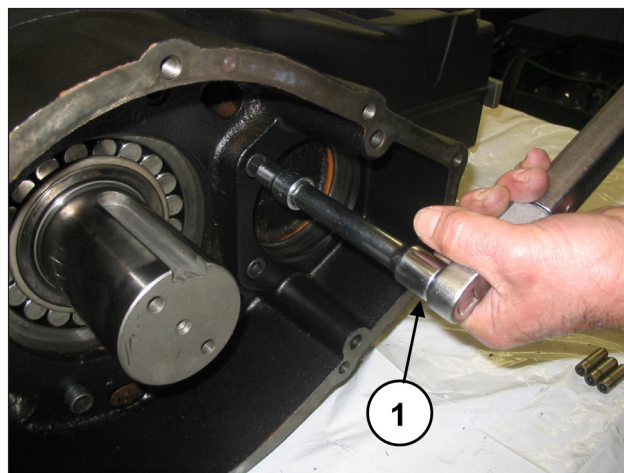

Fig. 48
Serrer les vis à l'aide de la clé dynamométrique (rep. ①, Fig. 48) selon les explications figurant au chapitre 3.